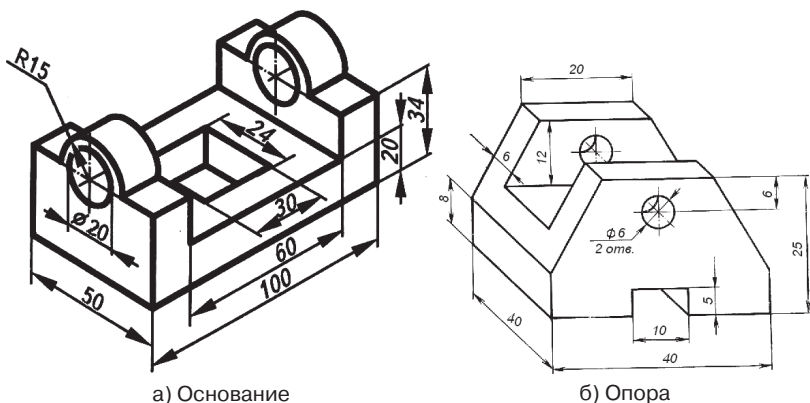

Рис. 318. Задание для самостоятельной работы
1. Постройте три стандартных вида в документе **Фрагмент** и ассоциативные виды в документе **Чертеж** деталей рис. 318. Сравните их. Сохраните документы в папке **Мои модели** под именами «**Чертеж. Основание**», «**Ассоциативные виды. Основание**», «**Чертеж. Опора**», «**Ассоциативные виды. Опора**» (с этими документами будем работать с §33 по §35).